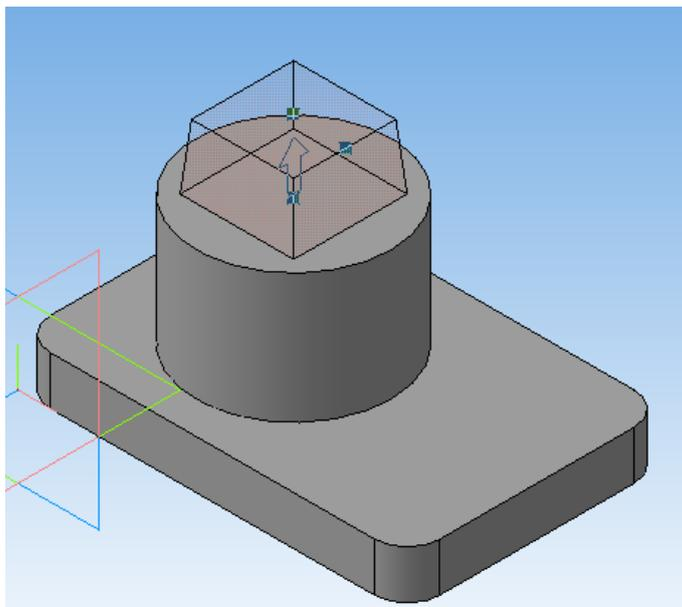

Рисунок 53.
13. Нажмите кнопку **Операция выдавливания**  и вытяните ваш эскиз, указав в параметрах **На расстояние 20мм** и **угол уклона 5** градусов, включить кнопку **Внутрь** (рисунок 53).